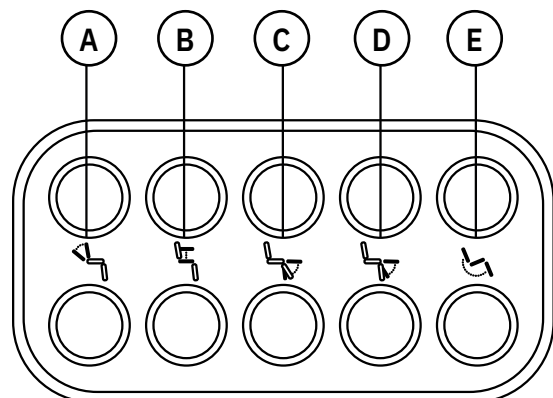

Abb. 5.16. LiNX-Tastenfeld.
Über das LiNX-Tastenfeld können die elektrische Rückenlehnenfunktion (A), die elektrische Höheneinstellung (B), die zentral montierte elektrische Beinstütze (C), die längenkompensierenden Beinstützen (D) und die elektrische Sitzwinkelfunktion (E) bedient werden, siehe Abb. 5.16. Das LiNX-Tastenfeld wird zwischen der Bedieneinheit und der Armlehne montiert.